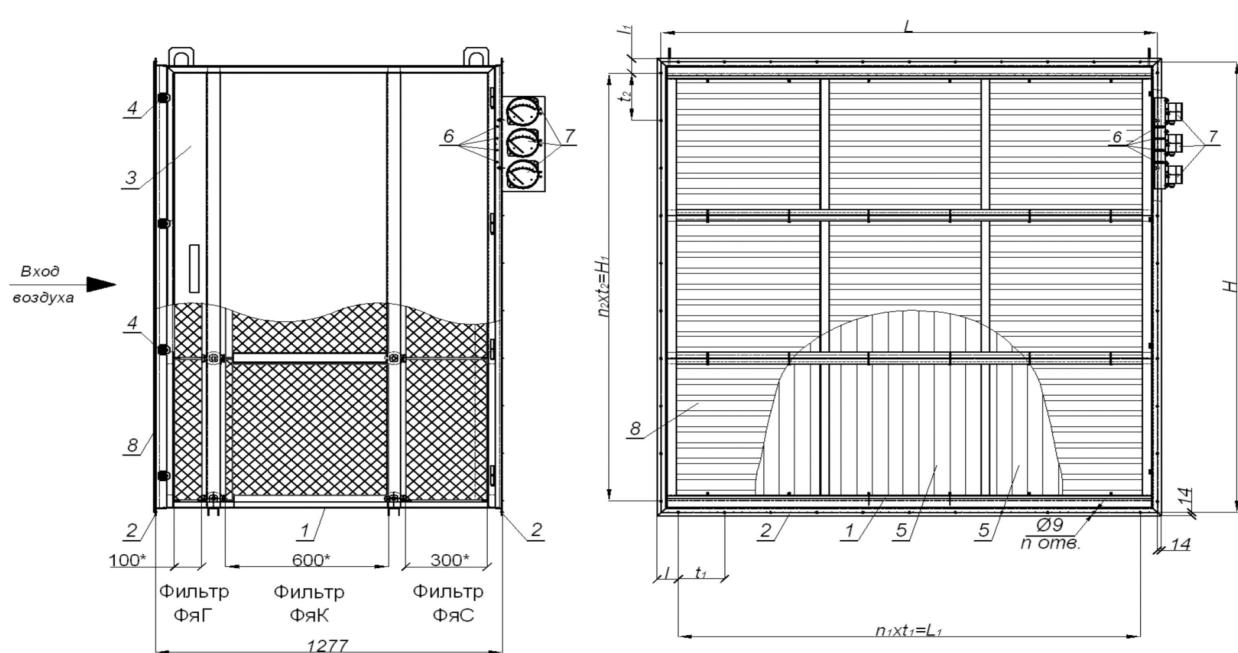

Рис. 1 Схема секции воздушных фильтров ССФ-Т3
На рис.1 и 2 представлены секции воздушных фильтров ССФ-Т с трехступенчатой схемой фильтрации воздуха, преимуществом которой является использование карманного предфильтра типа ФяК глубиной 600 мм, что в 2,5÷3 раза увеличивает его ресурс работы по сравнению с наиболее часто применяемыми в составе ВОУ карманными фильтрами глубиной 300 или 360 мм.
Секция воздушных фильтров (рис.1) состоит из металлического корпуса (1), имеющего на входе и выходе фланцы (2), для присоединения к фланцам переходных камер, диффузоров и конфузоров, посредством болтовых соединений через уплотнительную резину. На боковой стороне корпуса ССФ-Т имеется дверь (3), закрывающаяся с помощью прижимов (4). Герметизация соединения двери с корпусом осуществляется за счет установки специального уплотнения. Дверь может располагаться справа или слева по ходу движения воздуха по техническому заданию Заказчика. Для защиты от атмосферных осадков, на входе в секцию ССФ-Т, может быть установлена наружная вентиляционная решетка (8).
В процессе эксплуатации секции ССФ-Т (рис.1) следует контролировать аэродинамическое сопротивление фильтров по показаниям приборов регистрации, присоединенных к штуцерам (6).